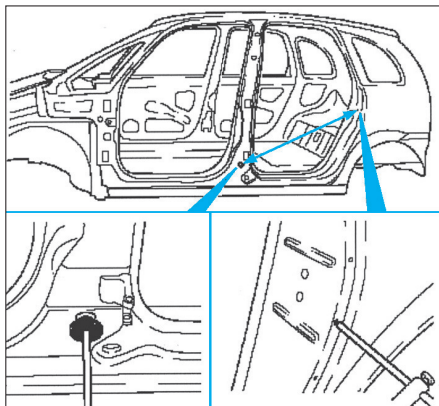

FIG. 43
- Diagonale arrière : 968 mm (Fig.43).